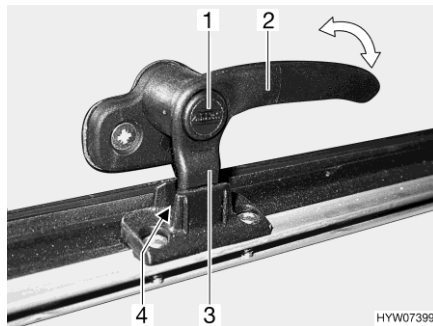
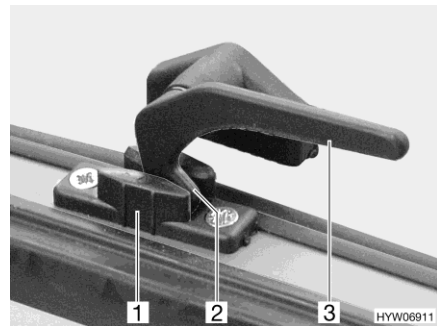

Fig. 124 Leva di serraggio con bottone di sicurezza in posizione "Aerazione continua"
Fig. 125 Leva di serraggio in posizione "Aerazione continua"
- In posizione di "Aerazione continua" (Fig. 124 e Fig. 125)
- Se presente, premere e tenere premuto il bottone di sicurezza (Fig. 124,1).
- Ruotare tutte le leve di serraggio (Fig. 124,2 o Fig. 125,3) di un quarto di giro verso il centro dell'oblò.
- Girare nuovamente all'indietro tutte le leve di serraggio. Contemporaneamente riportare il nasello di chiusura (Fig. 124,3 o Fig. 125,2) nella rientranza del bloccaggio dell'oblò (Fig. 124,4 o Fig. 125,1).